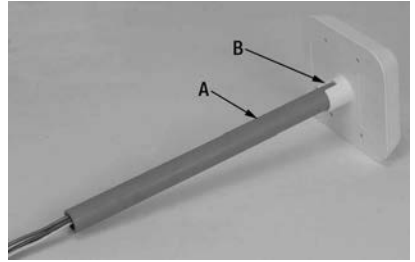
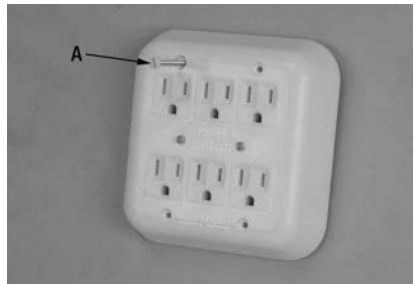

FIGURE 4
FIGURE 5
3. Fixez fermement l'extrémité du conduit en PVC (A) Fig.4 dans le berceau (B) à l'arrière du panneau d'alimentation à 6 prises, voir Fig.4.
5. Avec une personne tenant le panneau d'alimentation à l'intérieur étroitement contre le mur avec le berceau (B) Fig.4 positionné à l'intérieur du trou de 1-1/4" dans le mur, allez à l'extérieur et marquez le conduit avec un crayon à 1/8" du bord du mur extérieur.
7. Ayant le panneau d'alimentation à l'intérieur bien positionné contre le mur et que le berceau (B) Fig.4 est placé à l'intérieur du trou de 1-1/4" dans le mur, insérez une vis de fixation avec tête blanche (A) Fig.5 dans chaque des quatre trous de montage dans le panneau d'alimentation. Tapotez-le légèrement la vis dans chaque trou avec suffisamment de pression pour laisser une marque sur le mur.